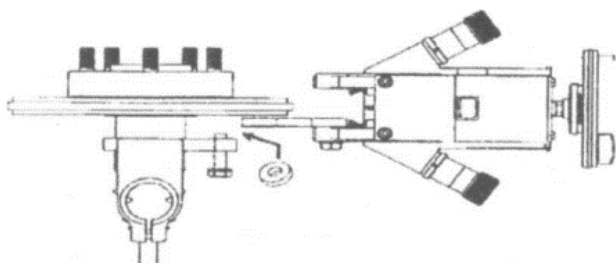

Рисунок 20
**7.6.1** Установите CL-801 в требуемое положение (рис. 20 и 21)